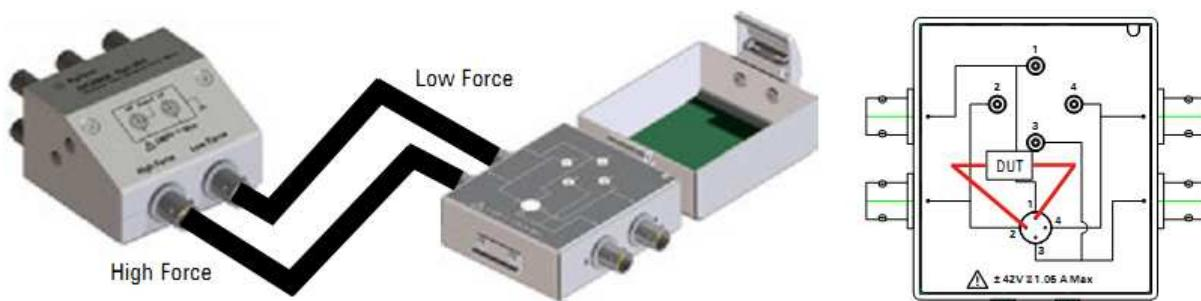

Рис. 3-6 Пример присоединения контактирующего приспособления N1295A
2. Присоедините триаксиальные кабели между переходником и контактирующим приспособлением N1295A, как показано на рис. 3-6.
3. Присоедините объект испытаний между выводами 1 и 2, как показано на рис. 3-6.
В примерах соединений, показанных на рис. 3-6 и 3-7, защитная цепь удлиняется до соединителей контактирующего приспособления через триаксиальные кабели.